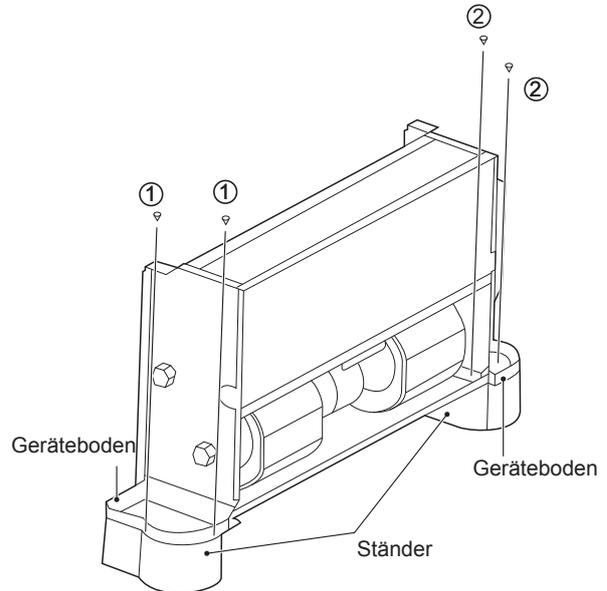

Abb. 5-3
Die in Abb. 5-3 dargestellten Stützfüße sind optional. Sie können sie separat erwerben und wie folgt installieren:
2. Platzieren Sie die Befestigungslöcher des Gerätefußes auf den entsprechenden Fußbefestigungsstift und montieren Sie die Schrauben (1)*2 und (2)*2 zur Befestigung des Fußes gemäß Abbildung 5-3.